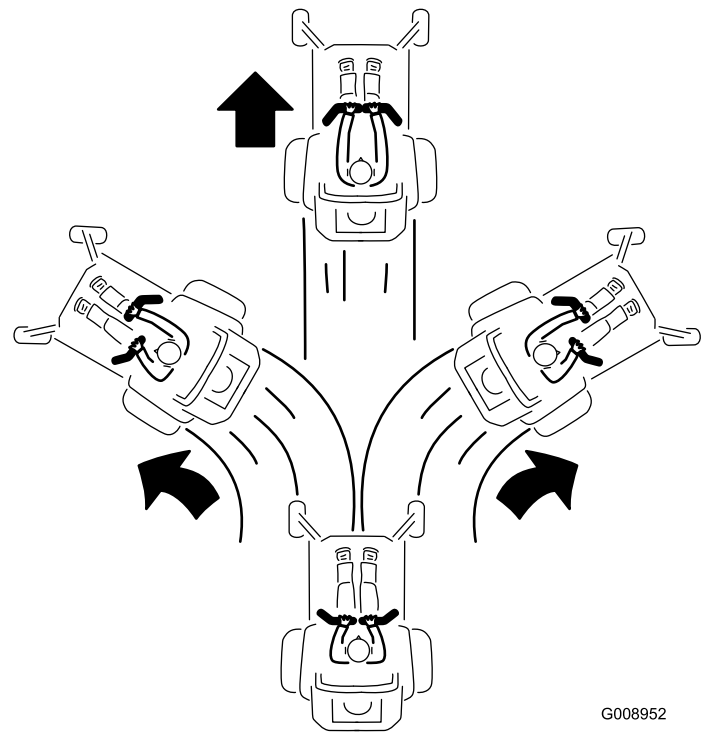

Bild 22
3. Drücken Sie die Fahrtriebshebel langsam nach vorne, um vorwärtszufahren (Bild 22).